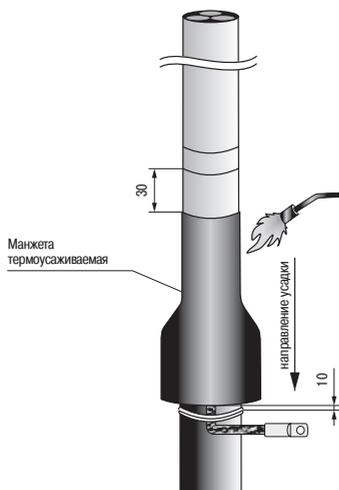

Рисунок 7.
4.14 Надвинуть термоусаживаемую манжету для герметизации оболочки поверх герметика на расстояние 30 мм от 2-го кольцевого надреза и усадить, начиная с металлической оболочки кабеля и далее, двигаясь в сторону брони и защитного покрова кабеля (рисунок 7).